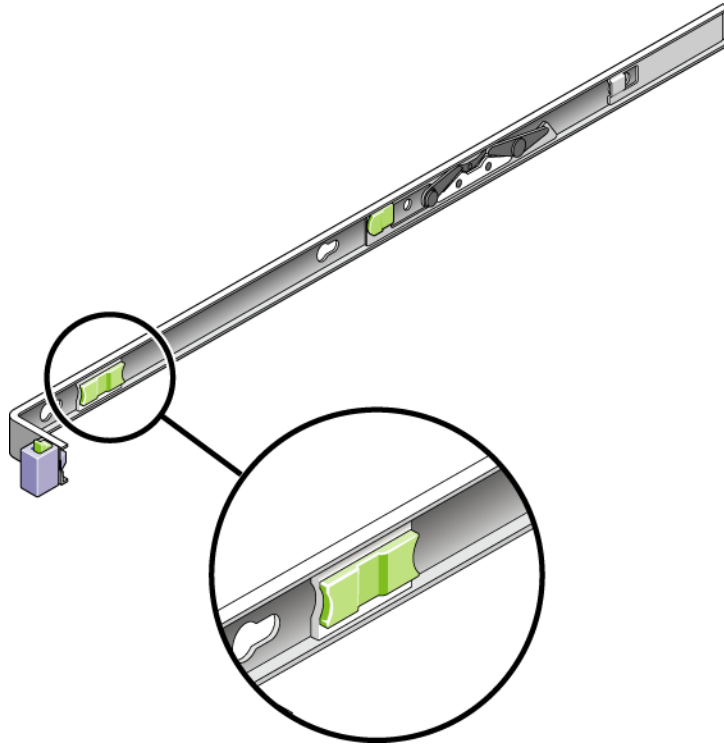

FIGURE 2-25 Emplacement du bouton de dégagement du rail coulissant
6. Débloquez simultanément les deux boutons de dégagement des rails coulissants (FIGURE 2-25) et poussez l'appareil complètement dans le rack.